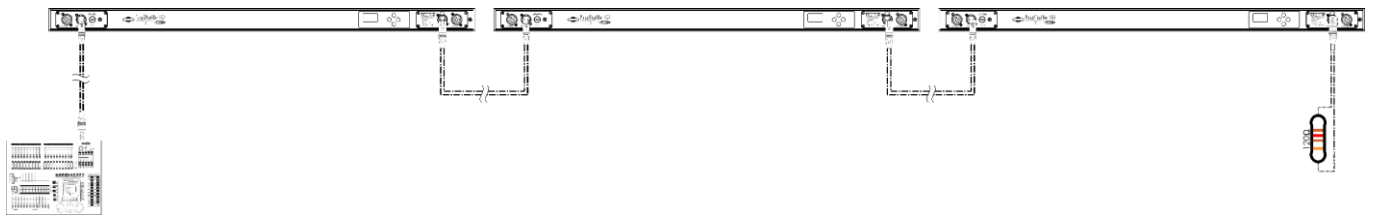

Fig. 04
- 04) Collegare le unità come indicato nella Fig. 04. Collegare un cavo di segnale DMX dall'uscita "out" del primo dispositivo DMX alla presa "in" della seconda unità. Ripetere questo processo fino a collegare la seconda e la terza unità.